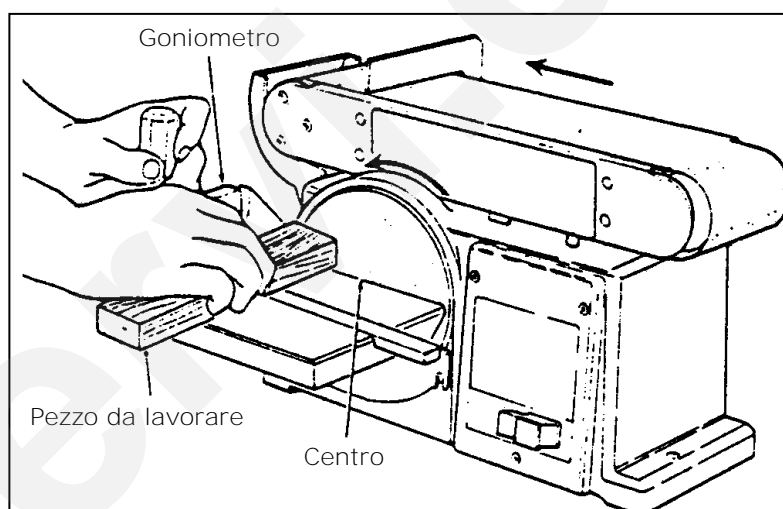

Figura 17 - Levigatura di testa.
3. Appoggiare il pezzo da levigare sul nastro, dopodiché spingerlo leggermente fino ad appoggiarlo al supporto ferma - pezzo evitando di toccare il nastro stesso con le dita o con le mani (figura 17).
3. Appoggiare il pezzo da levigare sulla tavola, dopodiché spingerlo leggermente fino ad appoggiare la superficie di testa del pezzo al disco abrasivo (figura 17).